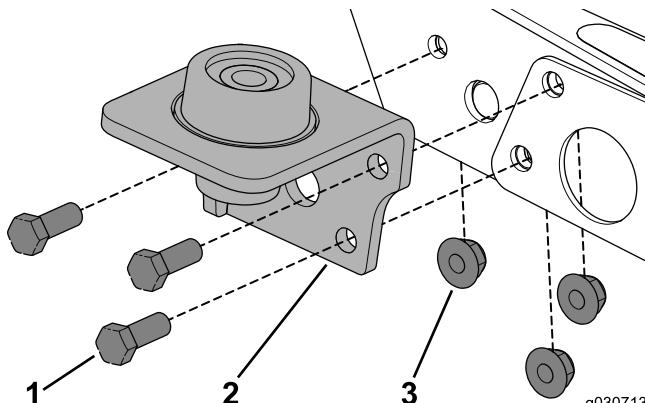

图17
1. 拆下现有的五金件，用 3 个螺栓 (3/8 x 1 英寸) 和凸缘螺母将底座固定到机器上 (图17)。